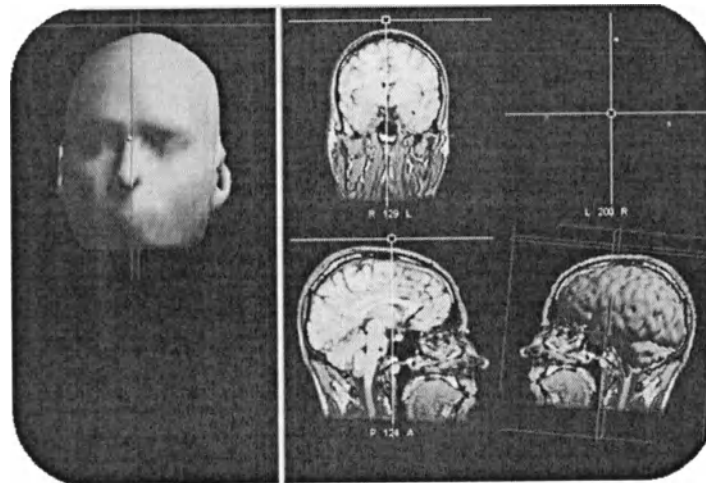

Рис. 11. *MRI VIEW* (ОКНО ПРОСМОТРА МРТ) ПОСЛЕ УСПЕШНОЙ СЕГМЕНТАЦИИ СКАЛЬПА И ГОЛОВНОГО МОЗГА
- Начтите сегментацию, нажав на кнопку [Create Segments] (Создать сегменты). Сегментированные скальп и головной мозг будут показаны в *MRI View* (Окне просмотра МРТ), скальп - с левой стороны, мозг - с правой стороны, как это показано на Рис. 11.
- Начните сегментацию, нажав на кнопку [Create Segments] (Создать Сегменты). Сегментированные скальп и головной мозг будут показаны в *MRI View* (Окне просмотра MPT), скальп - с левой стороны, головной мозг - с правой стороны, как это показано на Рис. 11. Помните, пожалуйста, что полученное окрашенное изображение мозга основано только на начальном изображении поверхности скальпа, из которого автоматически генерируется изображение головного мозга.